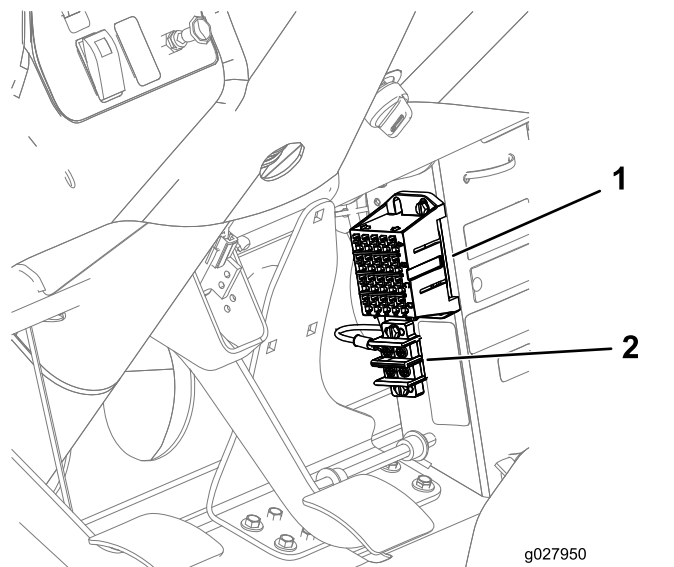

Figura 34
- Collegate il terminale ad anello sul cablaggio alla morsettiera di messa a terra e inserite il connettore del portafusibili in un collegamento disponibile nel portafusibili (Figura 34).